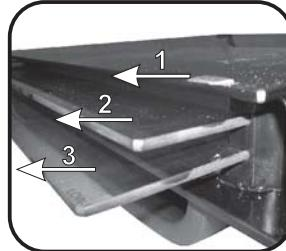

Rys. 4
- Pociągając do góry, zdjąć metalową górną pokrywę. (Rys. 4)